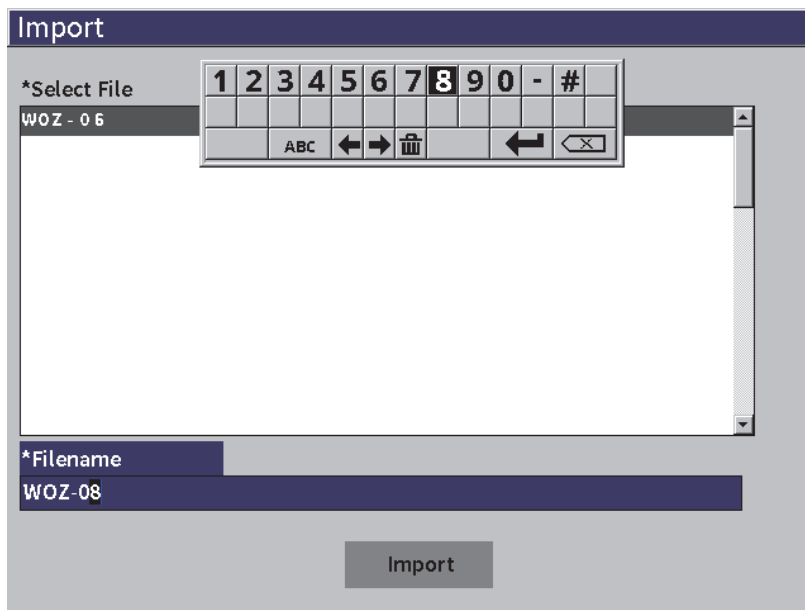

Рис. 9-33 Страница настройки Импорт (видеофайла)
5. Чтобы импортировать выбранный файл под другим именем, введите новое имя файла, используя виртуальную клавиатуру, ручку регулятора и клавишу Enter (см. Рис. 9-33 на стр 167).